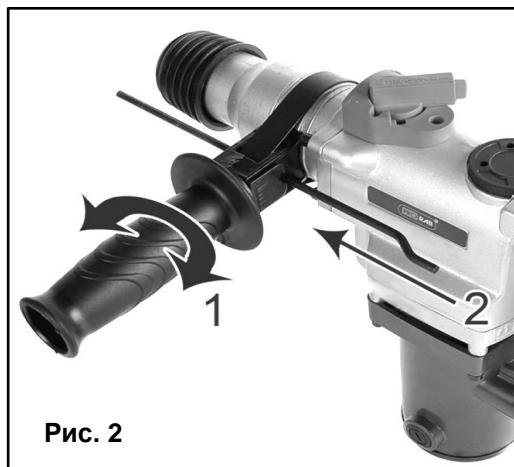

Рис. 2
- Установите боковую рукоятку на корпус перфоратора (См. Рис.2).
- Слегка отпустите фиксатор ограничителя на дужке боковой рукоятки перфоратора, для этого немного открутите рукоятку (1)(См. Рис.2).